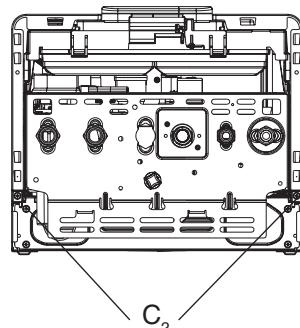

Fig. 4a
- 旋松两个固定螺丝 (C2), 移去外壳 (Fig. 4a)